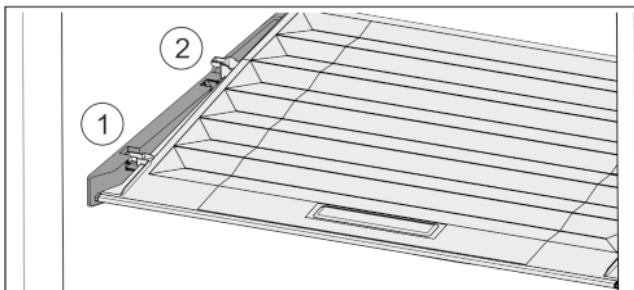

Fig. 30
- ▶ Vytáhněte víko dopředu až k otvoru v přídržných dílech Fig. 30 (1).
- ▶ Vzadu zespodu nadzvedněte a vyjměte směrem nahoru Fig. 30 (2).